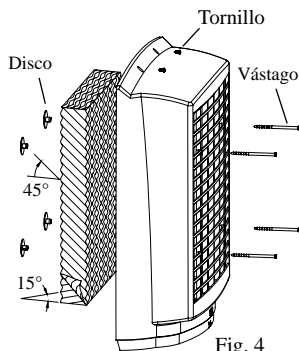

Fig. 4
**Note:** To remove the media frame, first remove the two screws located at the top of the frame (see fig. 4). Tilt the frame back while pressing on the bottom of the frame where it says “Push” until it snaps out, then lift out. The water distribution hose can be removed from the media frame to allow complete separation of media frame from unit. Do not operate unit with media frame removed.
The evaporative media should be cleaned twice a season or when needed. To clean the media, rinse with clean water. Light scrubbing might be necessary. Be careful not to damage media. After 2 years, or when it becomes clogged, the media will need to be replaced. To remove the media, first remove the keeper disks from the keeper stems (see fig. 4). Remove the keeper stems from the media and remove the media.
When replacing the evaporative media, install it so that the steeper flute angle of the media is sloping down towards the media frame (see fig. 4). Push the keeper stems through the media from the back of the media frame and press the keeper disks onto the stems to secure the media in place.
Debe limpiar el medio evaporativo dos veces al temporada o cuando sea necesario. Para limpiar el medio, aclare con el agua potable. Puede ser necesario fregar ligeramente el medio. Tenga cuidado de no dañar el medio. Después de 2 años o cuando el medio se atasca, necesitará reemplazarlo. Para quitar el medio, primero quite los discos del sujetador de los vástagos del sujetador (véase fig. 4). Quite los vástagos del sujetador del medio evaporativo y quite el medio.
Cuando reemplace el medio evaporativo, instálelo de modo que el ángulo más escarpado del medio esté inclinándose abajo hacia la parte posterior de la armazón del medio (véase fig. 4). Empuje los vástagos del sujetador a través del medio de la parte posterior de la armazón. Presione los discos del sujetador sobre los vástagos para asegurar el medio en el lugar.